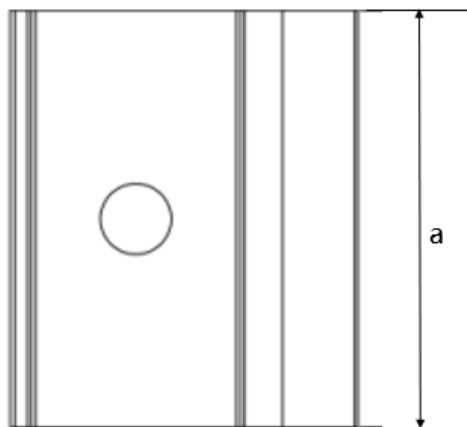
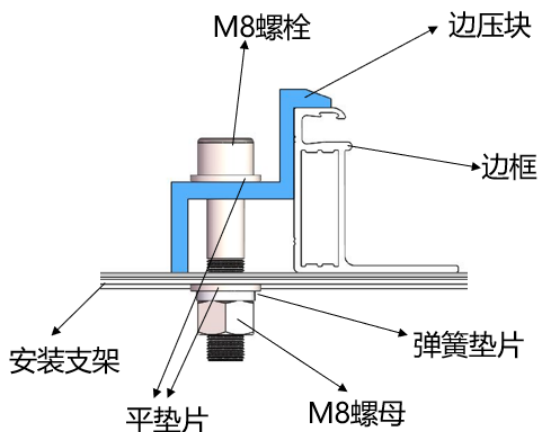
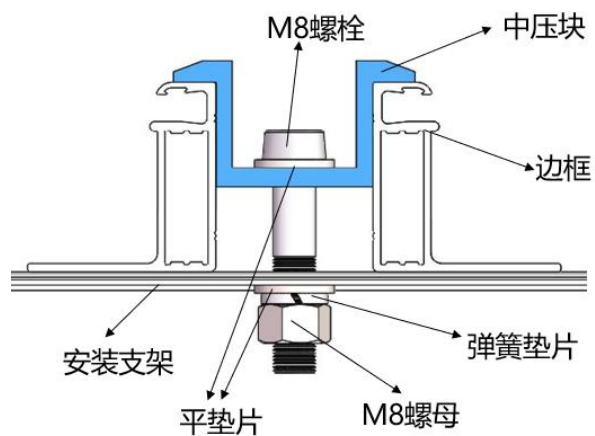

图 7 边压块俯视图
图 9 边压块安装示意图
图 10 中压块安装示意图
- ① 将组件置于两条支架之上（不提供）。支架必须使用不锈钢材料或做过防腐处理（如热镀锌处理）。每块光伏组件至少需要 4 个压块去固定，在安装过程中，请勿让压块直接接触玻璃及让边框变形，否则会导致组件破损。
- ② 务必避免因夹具形成的阴影对组件造成遮挡效应。漏水孔不能被夹具遮挡。夹具必须与组件边框保持至少 8mm 但不超过 11mm 的重叠部分（保证组件可靠安装的前提下可以变更夹具截面）。
- ③ 支架与组件边框接触的上表面需有一个与 M8 螺栓匹配的凹槽。
- ④ 若支架上无凹槽，则需在上述提到的位置钻一个直径大小合适的孔，以便螺栓固定。
- ⑤ 确保每个压块的安装顺序为平垫圈、弹簧垫圈、螺母。
- ⑥ 图 7、8 为压块示意图，图 9、图 10 所示为压块安装示意图。压块的尺寸为  $a \geq 40 \text{ mm}$ ,  $b \geq 16 \text{ mm}$ ,  $c \geq 5 \text{ mm}$ ,  $d \geq 8 \text{ mm}$ ,  $e \geq 15 \text{ mm}$ ,  $\varnothing = 9 \text{ mm}$ , 压块厚度  $\geq 3 \text{ mm}$ 。针对 182 和 210 版型组件，中压块与边压块的尺寸需满足  $a \geq 60 \text{ mm}$ 。当螺栓和螺丝为 8.8 等级时，推荐收紧扭矩为 17~23Nm。
- ⑦ 为防止安装组件后脱框，建议选择边缘安装压块和中间安装压块与边框 A 面接触面均带有花纹槽结构的压块，花纹槽结构建议数量为 9 个左右，相邻花纹槽距离建议 1.2mm 左右，花纹槽深度建议 0.6mm 左右，如图 7 所示。